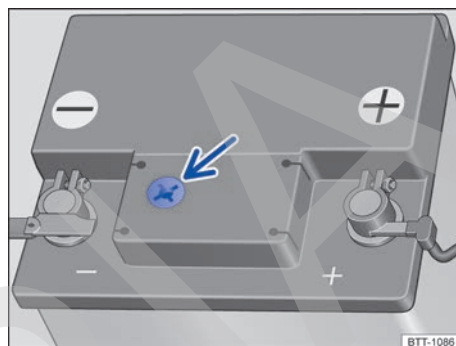

Fig. 187 Mirilla en la parte superior de la batería de 12 voltios (representación esquemática).
- Procure disponer de buena iluminación para poder distinguir bien el indicador de color en la mirilla redonda de la parte superior de la batería de 12 voltios → fig. 187 (flecha). No utilice nunca una llama desprotegida u objetos incandescentes para alumbrarse.